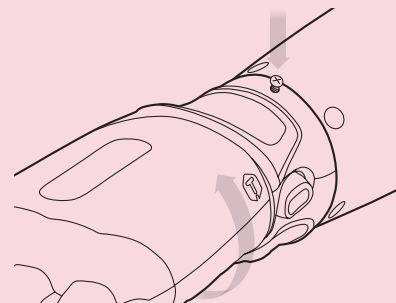

Figura 5: Inserimento della vite di fermo (copertura da tirare indietro).
6. Premere saldamente la mano nell'anello di laminazione e ruotare di 90 gradi per fissare la mano al resto della protesi (vedere la figura 5 di seguito). La piastra superiore/dorsale deve trovarsi al centro dell'intervallo di movimento del polso.
8. Tirare indietro la copertura in silicone e avvitare la vite nel foro (vedere la figura 5 in basso). La vite (che fornisce un limite per la rotazione) è destinata ad arrivare in fondo prima che la testa sia a filo con il collare. Non stringere troppo.